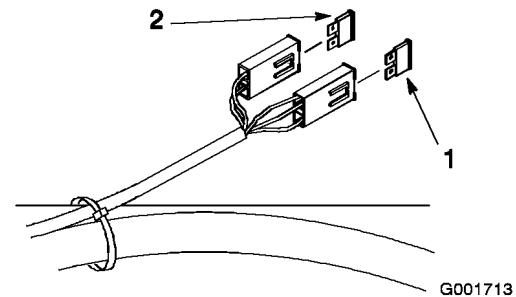

Figura 39
1. Desenganche el asiento y levántelo para tener acceso al portafusibles (Figura 39).
3. Instale un fusible nuevo (Figura 39).